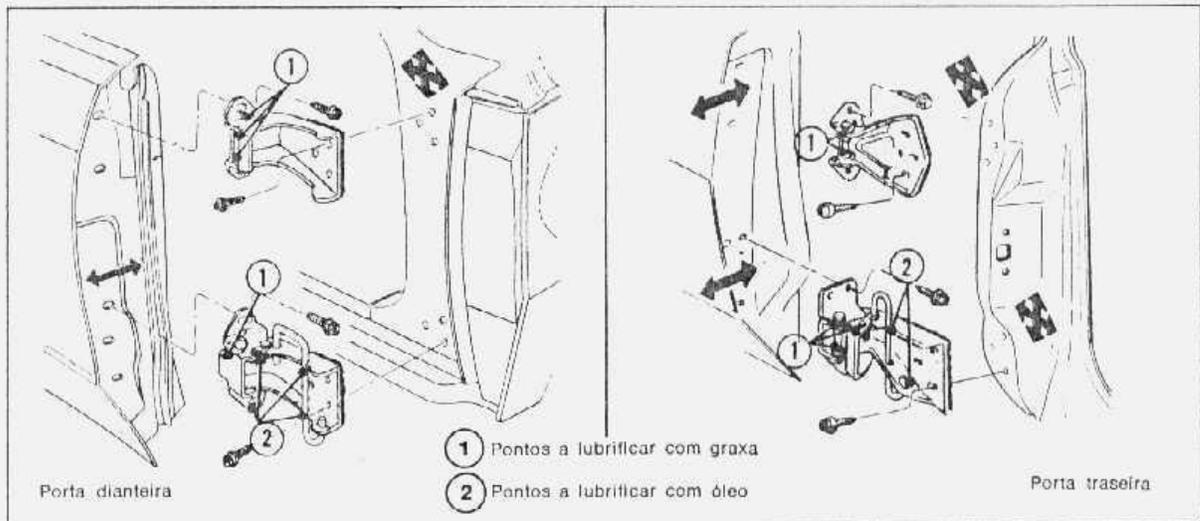

fig. 18 — regulação das portas
1. Ver a fig. 18 para determinar quais os parafusos da dobradiça que devem ser soltos, para movimentar a porta na direção desejada.